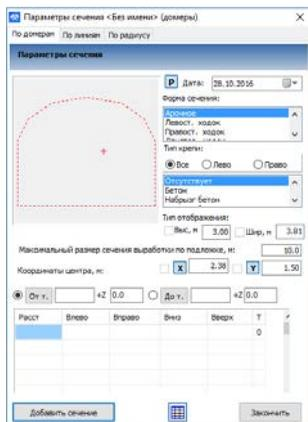

Рис. 1.5. Ввод данных по домеру выработки
- Кнопка  открывает таблицу (рис. 1.5) для ввода данных по домеру выработки, которые привязаны к линии домера, проходящей через две точки: «От т.», «До т.». Выбор маркшейдерской точки и помещение ее имени в поле, находящееся справа от соответствующей кнопки («От т.» или «До т.»), осуществляется в режиме, когда кнопка находится в нажатом состоянии.
4. Добавление новых сечений в модель выработки осуществляется на основании данных домера (переход в это режим осуществляется по нажатию кнопки , рис. 1.5), содержащих информацию, необходимую для нахождения параметров сечения выработки и его местоположения в пространстве. Каждая строчка в таблице домеров соответствует одному новому сечению. При создании сечений в этом ре-